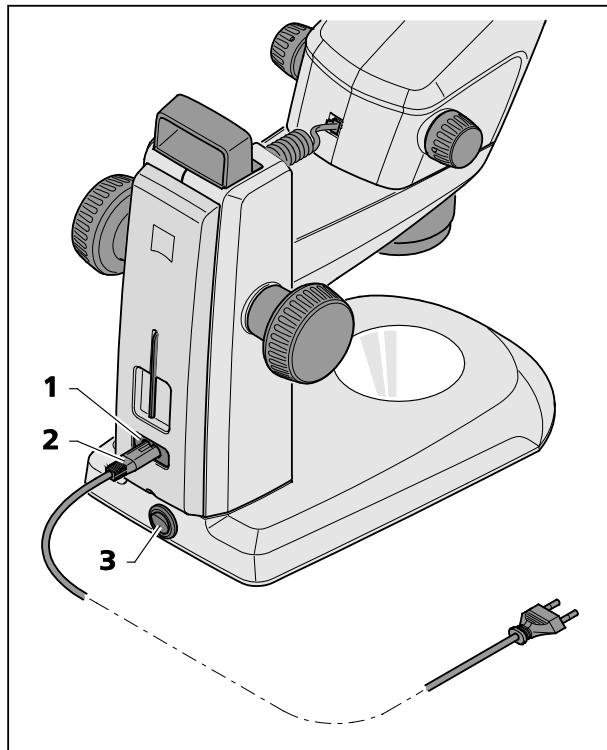

図 17 双眼実体顕微鏡の接続
- 電源ケーブル(図 17/2)を鏡注の電源ソケット(図 17/1)に差し込みます。
- 電源ケーブル(図 17/2)をコンセントに接続します。
- 双眼実体顕微鏡のオン/オフは電源スイッチ(図 17/3)で行います。